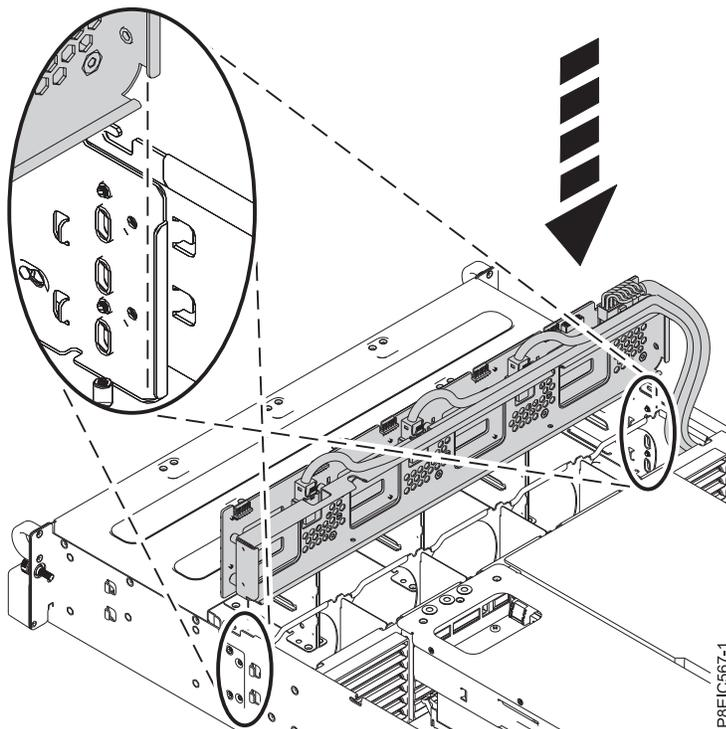

Abbildung 30. Rückwandplatte des Laufwerks installieren
4. Senken Sie die Rückwandplatte des Laufwerks mithilfe der Ausrichtungsvorrichtung direkt in das Chassis ab (siehe Abb. 30).